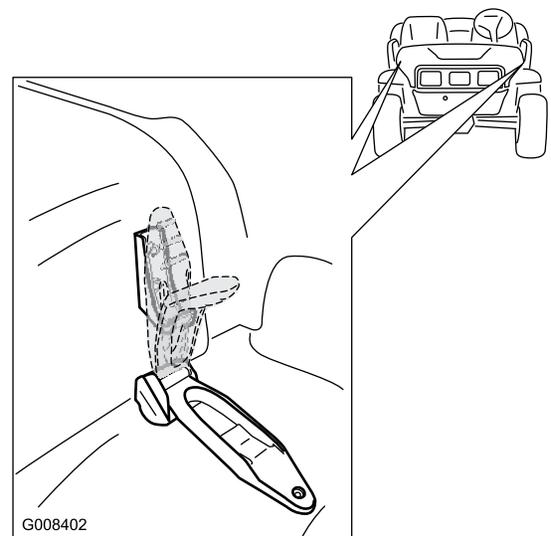

Bild 24
1. Heben Sie den Hebel der Gummiriegel an jeder Seite der Motorhaube an (Bild 24).
2. Fluchten Sie die Gummriegel auf den Riegelankern an jeder Seite der Motorhaube aus, um die Motorhaube zu befestigen (Bild 24).